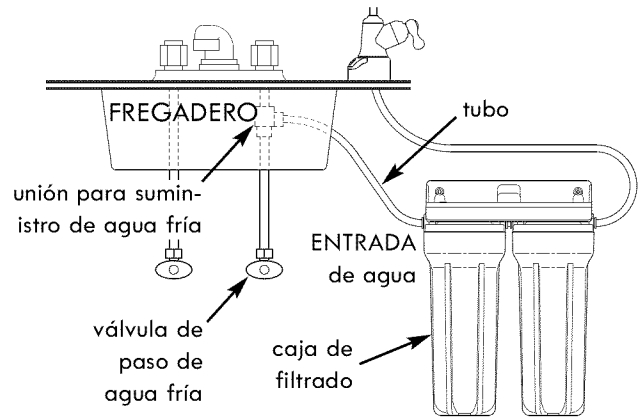

Figura 8
1. Encuentre el resto del tubo de 3/8 pulg. D.E. Consulte más abajo la sección titulada "Conecte los tubos" e inserte totalmente un extremo del tubo en la unión de conexión rápida de 3/8 pulg. del lado de ENTRADA del agua en la caja del filtro. Vea la Figura 8.
2. Tienda el otro extremo hasta la unión para suministro de agua en la tubería de agua fría. Vea la Figura 8. Consulte más abajo la sección titulada "Corte los tubos a la medida", y corte el tubo en ángulo recto y en la longitud necesaria.